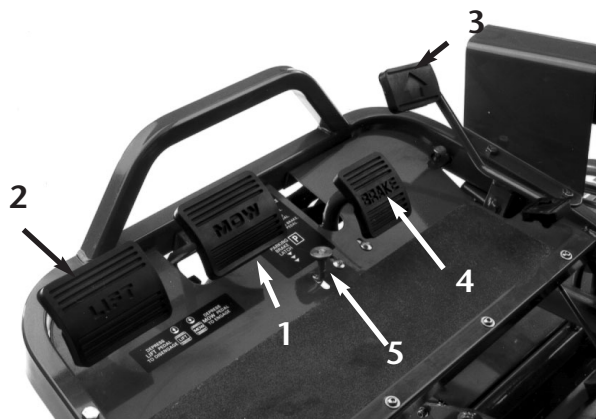

Figure 11
**PEDALE DE TONTE** (Fig. 11)—Appuyez A FOND sur la pédale de tonte pendant le fonctionnement pour abaisser les plateaux de coupe et faire tourner les cylindres. La pédale reste enfoncée sans que l'utilisateur ait besoin d'appuyer dessus.
**PEDALE DE FREIN** (Fig. 11)—Elle actionne un frein mécanique à tambour de type automobile sur chaque roue motrice.
**PEDALE DE RELEVAGE** (Fig. 11)—Si la pédale de relevage est enfoncée au cours de l'opération, les rouleaux s'arrêtent de tourner et les unités de coupe se relèvent. La pédale de relevage doit rester **ENTIEREMENT** enfoncée jusqu'à ce que les unités de coupe soient totalement relevées et se soient arrêtées de tourner.
**BOUTON DU FREIN DE STATIONNEMENT** (Fig. 11)—Appuyer sur la pédale de frein pour actionner l'assemblage frein, puis appuyer sur le bouton du frein de stationnement pour maintenir les freins enclenchés pour le stationnement. Appuyer sur la pédale de frein pour déclencher les freins. Prendre l'habitude d'enclencher le frein de stationnement avant de quitter la machine.
**PEDALE DE DEPLACEMENT** (Fig. 11)—Elle permet à la machine de se déplacer en marche avant et en marche arrière ou de s'arrêter. Appuyez sur le haut de